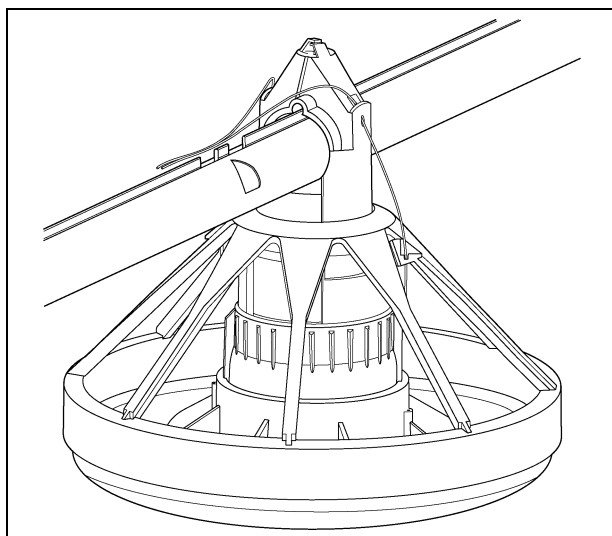

Рисунок 4К
1. Переместите кормушку для индеек в сборе на трубу шнека, как показано на Рисунок 4К. Установите трубу отвода так, чтобы внешние стенки находились внутри пазов на ребрах трубы шнека. Поверните трубу шнека, чтобы отверстие было обращено вниз в трубу отвода. Повторите данную процедуру для каждого отверстия на трубе шнека.